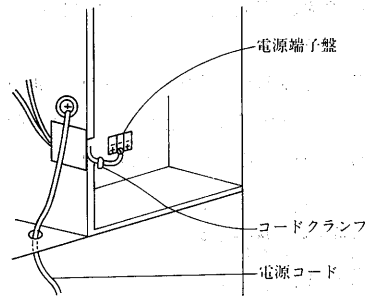

図1
4)MD-25TF₁-F<L>、40TF-F<L>、60TF₁-F<L>形は図1のように前パネルとドレンタンクをはずして電源端子盤に電源線を接続してください。
①電源の相<R・S・T>を逆相に接続すると、逆相防止器が作動して、圧縮機は運転しません。〈この場合点検ランプは点灯しません〉